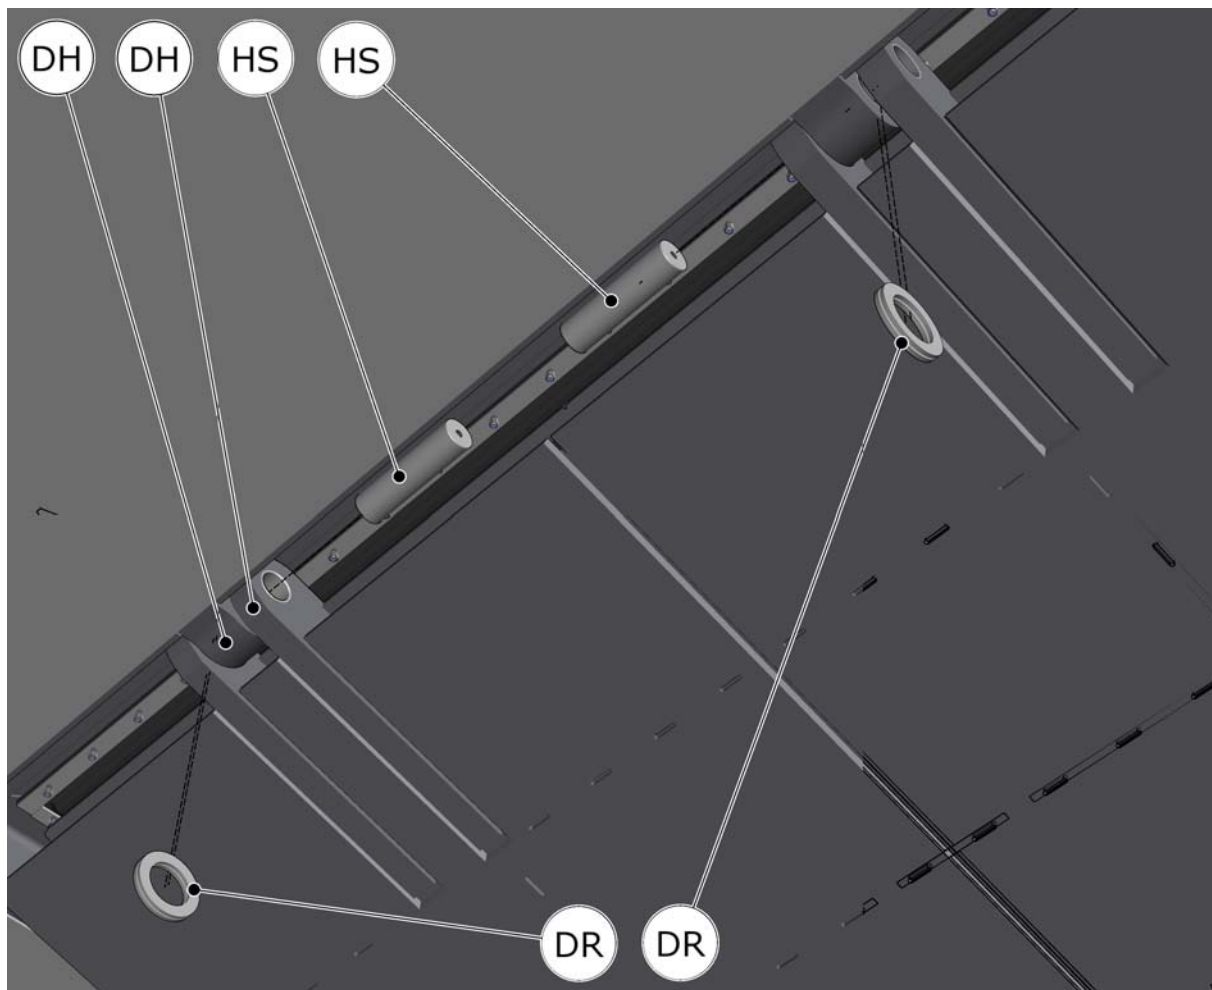

Figure 35 Démontage de la porte de fond
2. Retirez les axes de charnière (HS, Figure 35) des charnières de la porte (DH).
**Prenez garde de ne pas faire tomber les rondelles d'écartement (DR).**
3. Retirez les rondelles d'écartement des charnières de porte (DH).